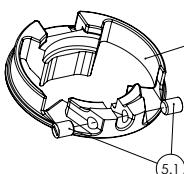

Abb. 11
7 / Befestigen Sie die Bremsaußenhülle mit den Kunststoffschrauben ⑮ (Abb.11).